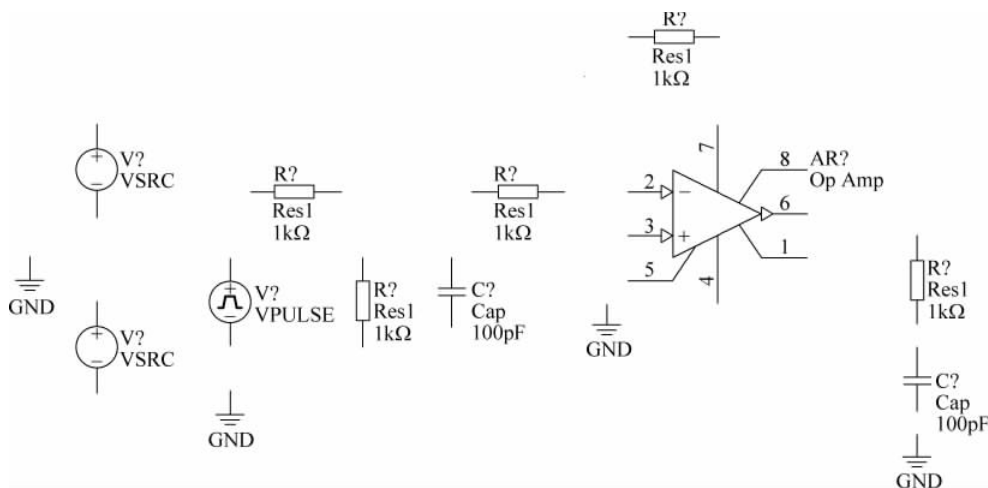

图 3-37 放置元器件和信号源
- (1) 从 Miscellaneous Devices.IntLib 库中分别找到名为 Res1 的电阻元件、名为 Cap 的电容器、名为 Op Amp 的运算放大器(必须选择 Model Type 为 Simulation 的元件),并将其按照如图 3-37 所示的位置分别进行放置。
- (2) 从 Simulation Sources.IntLib 库中找到名为 VSRC 和 VPULSE 的元件,并按照如图 3-37 所示的位置进行放置。
- (3) 单击 AD 主界面下工具栏内的  按钮,将 GND 按照如图 3-37 所示的位置进行放置。